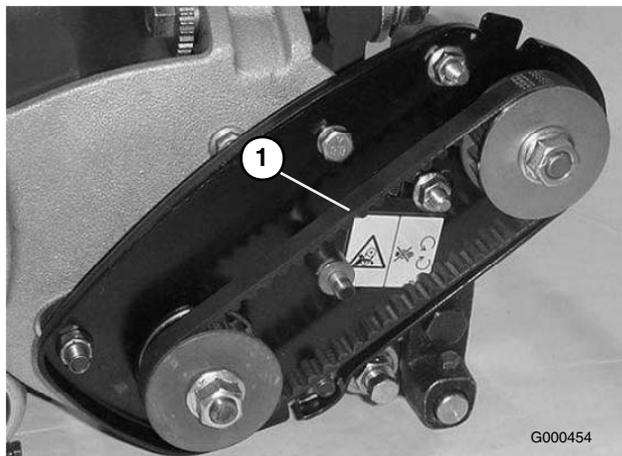

Figura 31
2. Compruebe la tensión presionando la correa (Figura 31) en el punto intermedio entre las poleas con una fuerza de $17,8 \pm 4,4$ N. La correa debe desviarse 6,4 mm. Si la desviación no es la correcta, continúe con el paso siguiente.